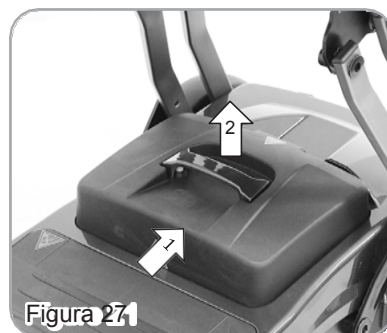

Figura 27
- La caja de la batería está diseñada para una mejor estabilidad. Siga las instrucciones para desmontar la caja de la batería (Figura 27). Empuje la batería hacia atrás (1.) y tire de ella hacia arriba (2.).